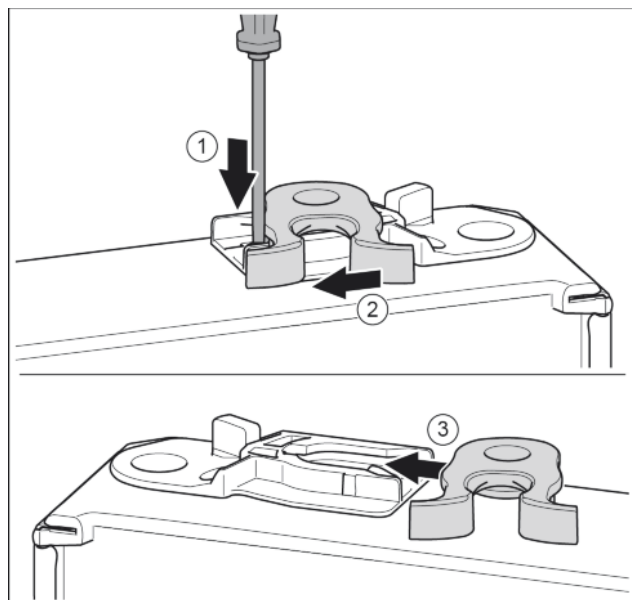

Fig. 15
- ▶ Нижняя сторона двери смотрит вверх: повернуть дверь. Fig. 15 (1)
- ▶ Нажать накладку шлицевой отверткой вниз. Fig. 15 (1)
- ▶ Запорный крючок вывести из направляющей. Fig. 15 (2)
- ▶ Запорный крючок вставить в направляющую с другой стороны. Fig. 15 (3)